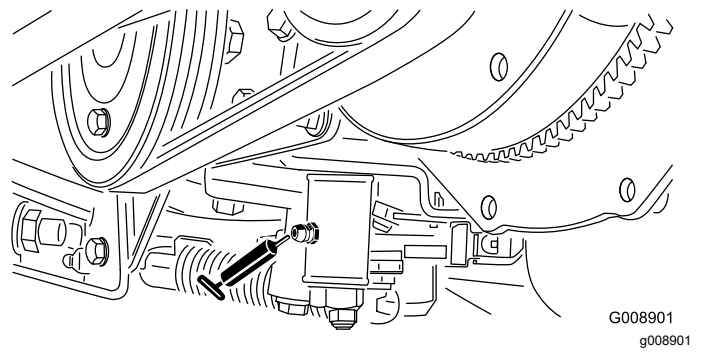

Bild 39
- Neutraleinstellungsmechanismus (Bild 39)